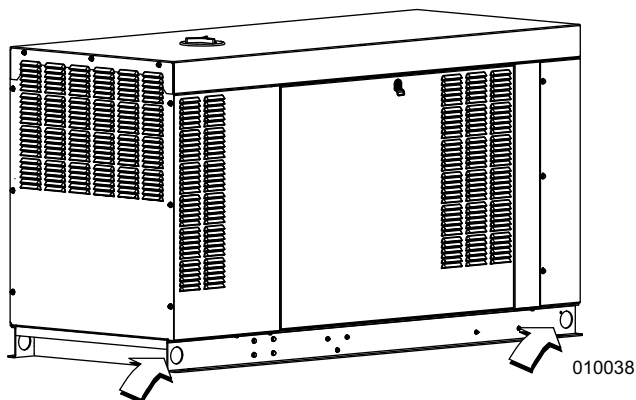

Figura 2-1. Pontos de elevação (quatro lugares)
Consulte Figura 2-1. Os desenhos de instalação mostram os pontos de elevação para fins de fixação e elevação. Sempre conecte dispositivos de fixação e elevação nos locais designados. Não use pontos de elevação do motor ou do alternador para mover o gerador.
- Consulte Figura 2-1. Mantenha um espaço de trabalho livre mínimo em cada lado do gerador para facilitar o serviço ou a manutenção. Consulte o Artigo NEC 110.26 para esclarecimentos.